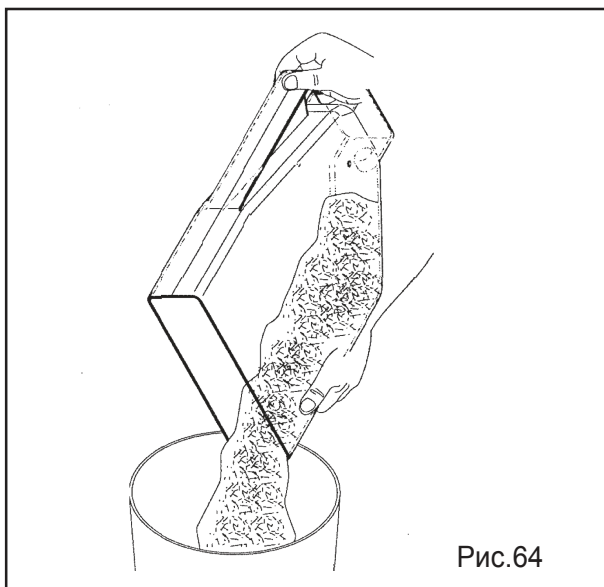

Рис.64
- выгрузить все продукты из контейнеров (Рис. 64)